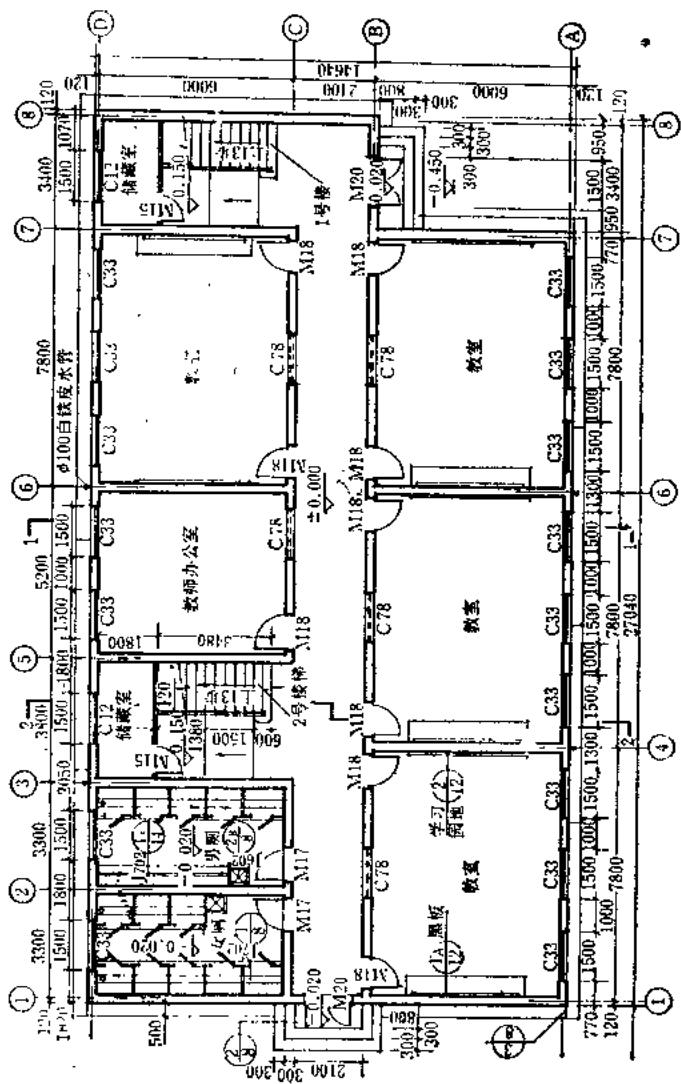

图 1-2 建筑平面图
(2) 识读建筑平面图：图1-2所示为该教学楼的一层平面图，可以从以下几方面识读：